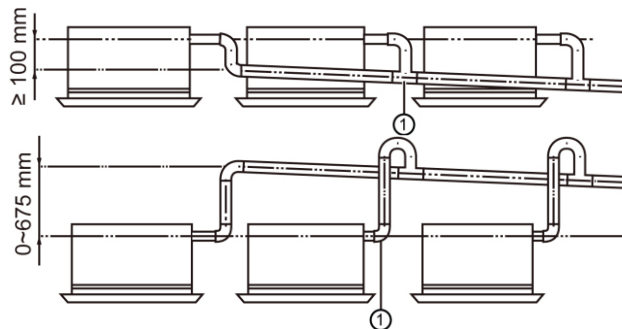

Fig 4.3.2
- (1) Le tuyau d'évacuation doit présenter le même diamètre ou un diamètre plus large que les tuyaux de raccordement (tuyau PVC, diamètre extérieur de 25 mm, épaisseur  $\geq 1,5$  mm).
- (2) Poser un tuyau d'évacuation court et incliné d'au moins 1 % vers le bas afin de prévenir la formation de poches d'air.
- (3) Si l'inclinaison du tuyau d'évacuation ne peut pas respecter les exigences de l'installation, un tuyau d'élévation doit être appliqué.
- (4) Insérer le tuyau d'évacuation dans la prise d'évacuation, puis serrer la bride métallique de manière à la sécuriser.
- (5) Enrouler le patin d'étanchéité sur le tuyau d'évacuation et la bride en métal pour assurer l'isolation thermique.
- (6) S'assurer de réaliser des travaux d'isolation pour tous les tuyaux d'évacuation de la pièce afin de prévenir tout écoulement d'eau dû à la condensation.
- (7) Appliquer un diamètre adapté pour le tuyau d'évacuation conformément à la capacité de fonctionnement de l'unité, comme indiqué sur la Fig. 4.3.2.